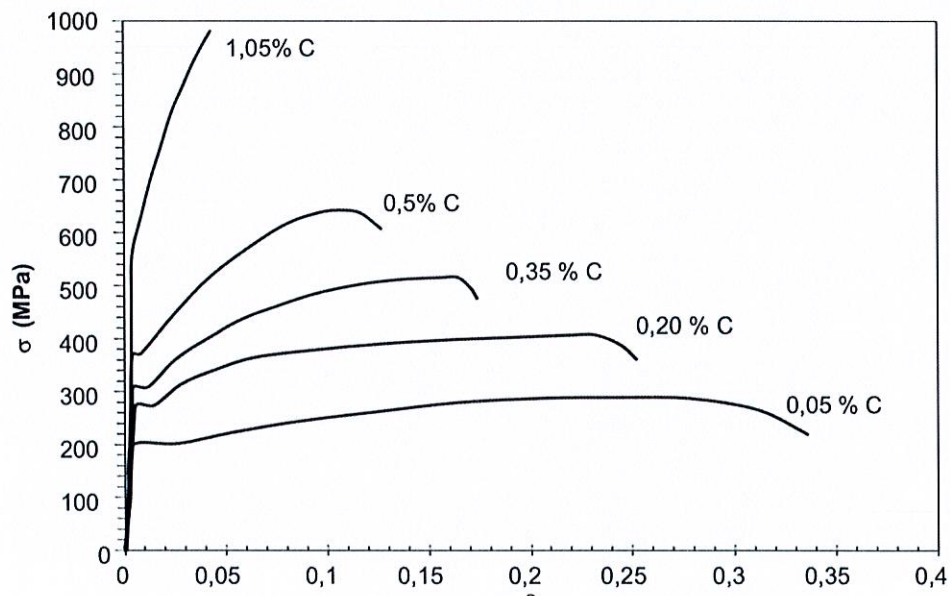

Figure 4 : Essais de traction de différents aciers.
La figure 4 présente des courbes de traction d'aciers contenant différents pourcentages de carbone.
- ❑ A partir de la Figure 4, tracer l'évolution de  $R_e$  et du  $A\%$  en fonction du pourcentage de carbone et commenter les résultats obtenus.